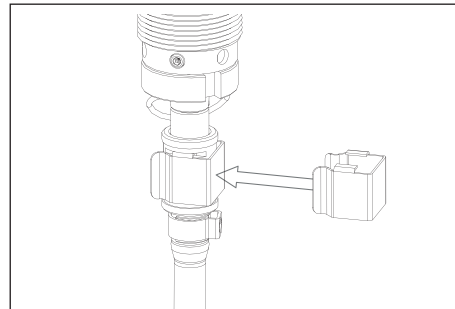

Abb. 8.3 Verriegelungsclip anbringen
7. Sichern Sie die Verbindung mit dem zum Boiler mitgelieferten metallenen Verriegelungsclip (s. Abb. 8.3). **ACHTUNG:** Der Clip muss genau um das Verbindungsgehäuse herum einrasten. Überprüfen Sie, ob die Verbindung gelungen ist, indem Sie vorsichtig am Schlauch ziehen;